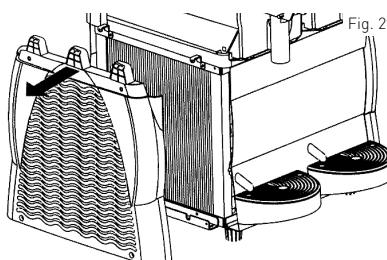

Fig. 29
- Dopo aver rimosso le 4 viti, rimuovere il pannello di protezione. (Vedi: Fig. 29)